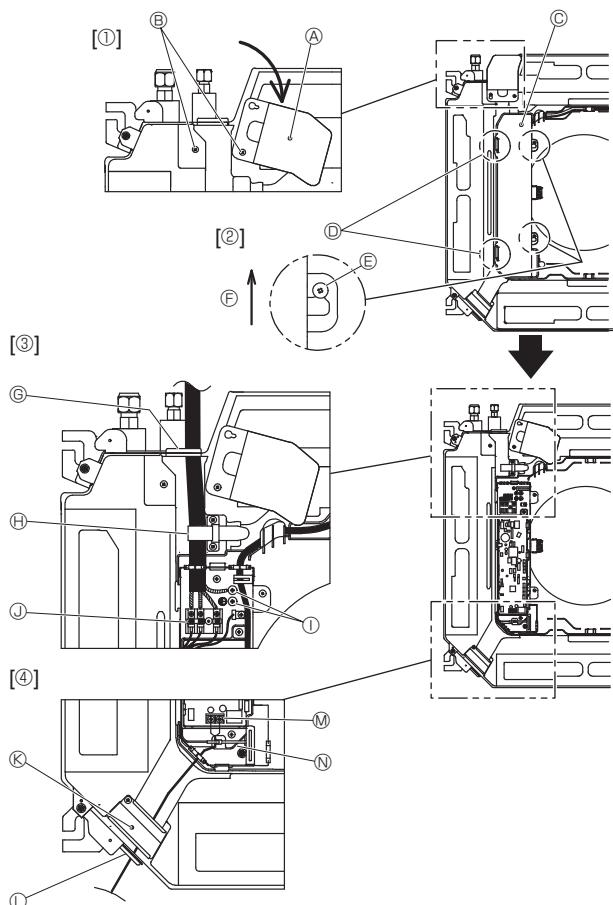
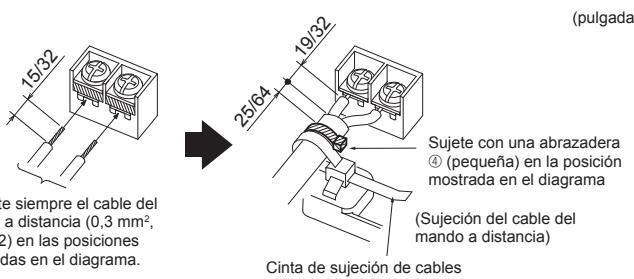

Fig. 6-1
Fig. 6-3
### 6.1. Unidad interior (Fig. 6-1)
- Afloje los dos tornillos que fijan el panel de servicio del cableado, y luego gire dicho panel. [Fig. 6-1 ①]
- Afloje los dos tornillos que fijan la cubierta de la caja eléctrica y luego deslice dicha cubierta. [Fig. 6-1 ②]
- Pase el cable de alimentación, el cable de conexión de la unidad interior/exterior y el cable de tierra a través de las entradas de cableado indicadas en el diagrama. [Fig. 6-1 ③]
- Pase y conecte el cable del mando a distancia por las entradas de cableado indicadas en el diagrama. [Fig. 6-1 ④, Fig. 6-3]